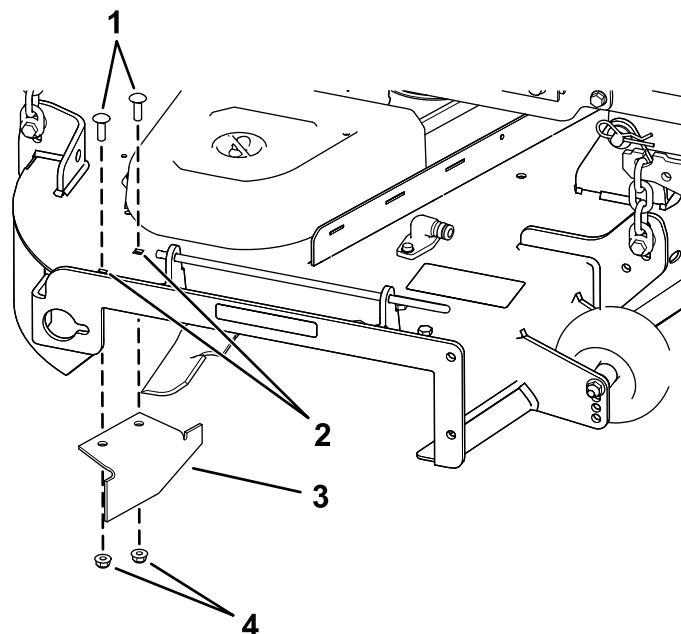

Figura 35
14. Localice el tabique en la bolsa de piezas sueltas, retire las fijaciones de los taladros traseros de la placa de descarga, e instale el tabique en el orificio de descarga lateral de la carcasa del cortacésped (Figura 35).